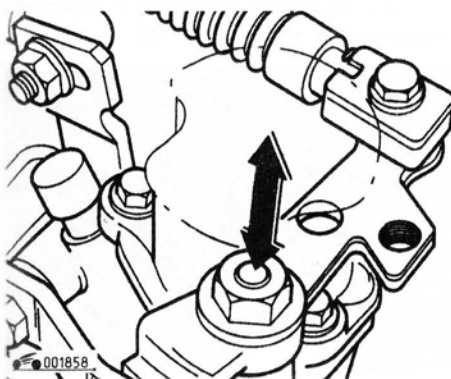

Рис. 5.37. Проверка вертикального перемещения вала механизма выбора передач
5. Проверьте ход вала механизма выбора передач: при перемещении рычага переключения передач вправо до упора ход вала выбора передач должен составлять 1 мм (рис. 5.37).